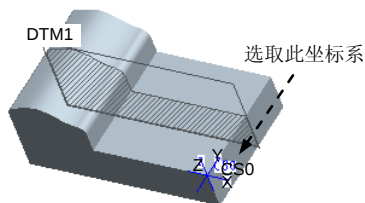

图 8.2.4 剖截面质量属性分析
Step6. 在 **坐标系** 区域中取消选中的 ☐ 使用缺省设置 复选框, 然后选取图 8.2.4 所示的坐标系。